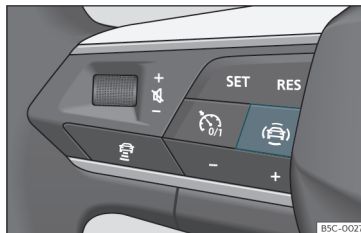

Fig. 66 Lato sinistro del volante multifunzione: chiave per i sistemi di assistenza alla guida (a seconda delle versioni).
- Premere il tasto » » fig. 66 per aprire il menu **Assistenti**.